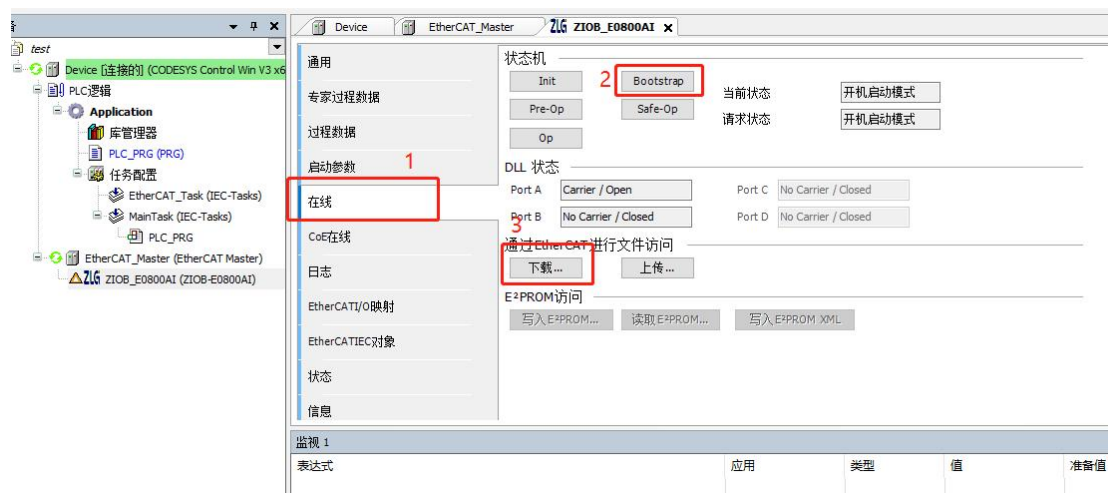
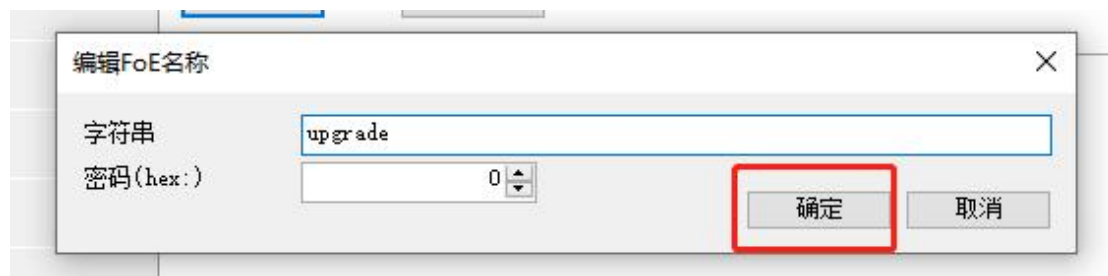

图 4
图 5
1) 将要升级的 AI 板都接入 Ethercat 总线，扫描从设备，在对应从模块的 Online 界面，将状态机切换到 Bootstrap 模式，点击下载按钮，如图 4 所示，选择对应的 xxxupgrade.bin 文件，并点击确定，如图 5 所示。等待右下角进度条完成，无报错即为成功，重新上电新固件才生效，可以查看 100Ah 的软件版本号（0.0.x）。